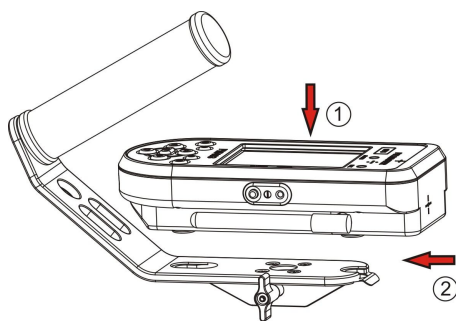

Рисунок 8.2
- 1) установить прибор на кронштейн (рисунок 8.2, позиция 1);
- 2) нажать на подвижную часть фиксирующего элемента на кронштейне и закрепить кронштейны прибора в отверстиях (рисунок 8.2, позиция 2) по направлению, указанному стрелкой.